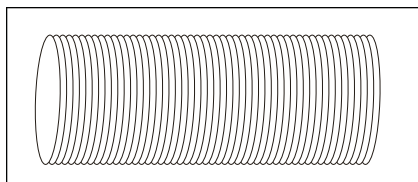

Fig. 3
1. Estrarre il tubo flessibile dalla confezione. (Fig.3).